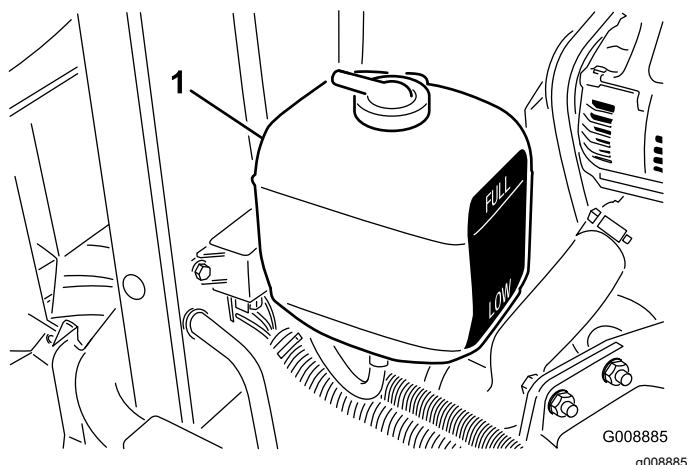

図 28
- 補助タンクの冷却水量を点検する 図 28。エンジンが冷えた状態で、タンク側面についている本の線の間にあれば適切である。